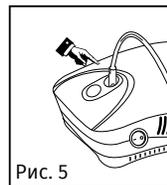

Рис. 5
7. Подсоединить другой конец воздухопроводной трубки к разъему на небулайзере (рис. 5).